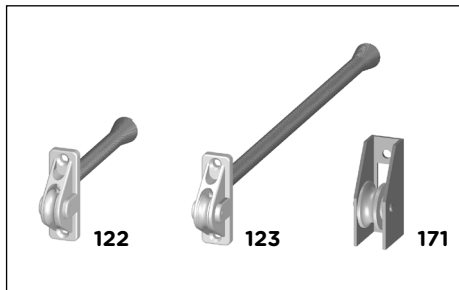

Abbildung 23:
- Seilführung 122 (siehe Abb. 23): Länge 10 cm.
- Seilführung 123 (siehe Abb. 23): Länge 25 cm, nicht in Braun erhältlich.
- Seilführung 171 (siehe Abbildung 23).